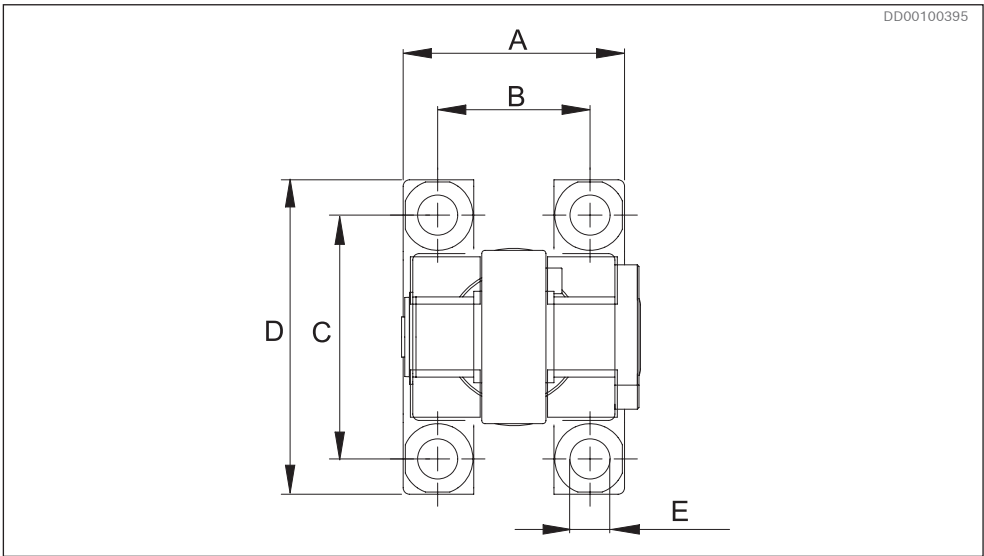

Bild 29: Bohrbild für Montage von Gelenkverbindung und Hydraulikzylinder für DTCB
- 2. Lochmuster und Maße für Befestigung am Fundament siehe Bild 29 und Tabelle 11